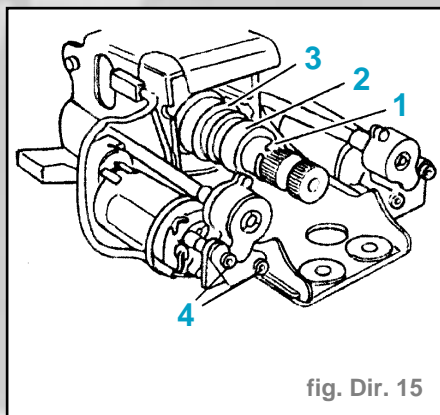

fig. Dir. 15
**Remarque pour la repose :** La broche de la sécurité antirotation (2) doit venir se loger dans le capteur d'angle de braquage (1).
- Enlever le jonc d'arrêt (1) (fig. Dir.15).
- Retirer la bague épaulée (2) et le ressort (3).
- Déposer les vis (4) (fig. Dir. 15).